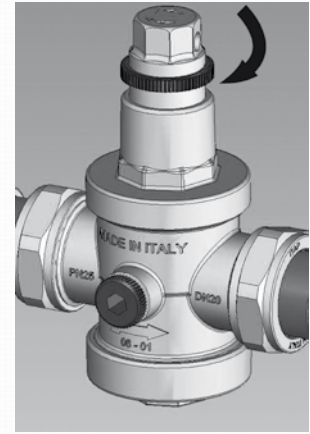

FIG. 4.3
- Riavvitare la ghiera in nylon (Fig. 4.3)
- *Screw the nylon nut (Fig. 4.3)*